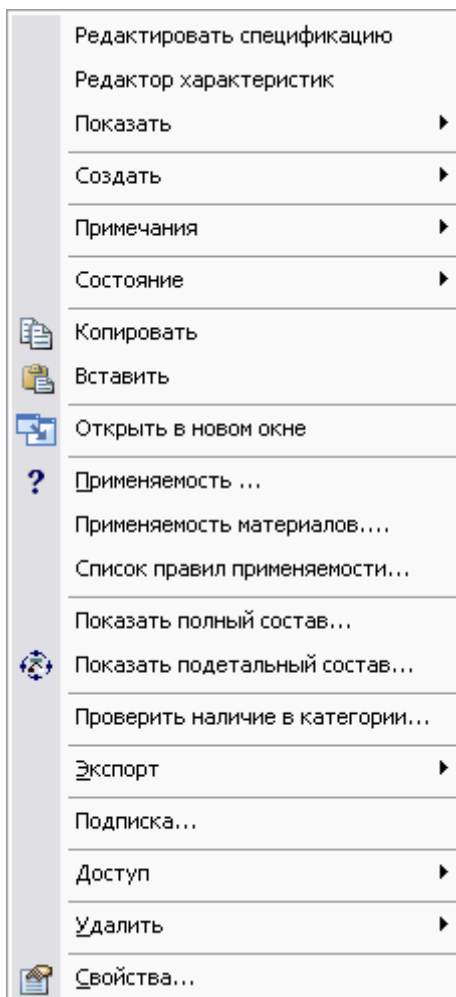

Рис. 78
2. В появившемся контекстном меню выберите пункт **Показать полный состав...** или **Показать подетальный состав....** (Рис. 78)